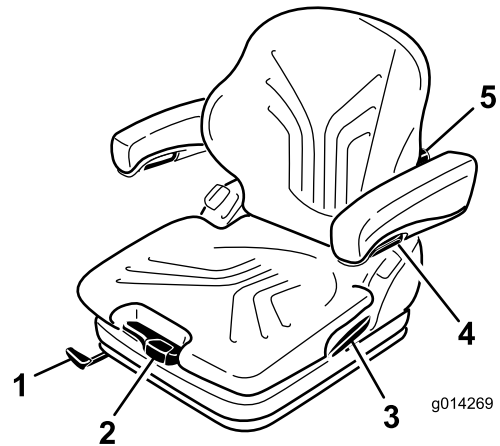

Figura 10
Ajuste o banco ao seu peso puxando ou carregando na alavanca de ajuste de peso (Figura 10).
1. Desloque a alavanca para cima e desbloqueie o banco (Figura 10).
Ao rodar o manípulo para cima, pode ajustar a curvatura na parte superior da almofada de apoio das costas. Ao rodar o manípulo para baixo, pode ajustar curvatura na parte inferior da almofada de apoio das costas (Figura 10).
Para ajustar a altura dos apoios dos braços, separe a tampa redonda (Figura 10) da cobertura, desaperte a porca hexagonal (13 mm) por detrás, ajuste os apoios dos braços para a posição desejada e aperte a porca. Substitua a tampa na porca.
Para ajustar o ângulo dos apoios dos braços, rode o manípulo de ajuste (Figura 10).
Puxe a alavanca de bloqueio para libertar o trinco do apoio lombar (Figura 10). Ao libertar o trinco do apoio lombar, não aplique força no apoio pressionando contra ele.